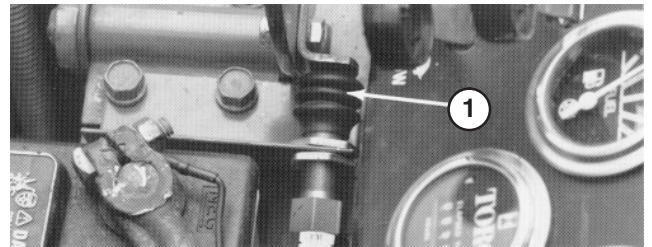

Figure 61
3. Enlevez la protection sur le bouton du contacteur (Fig. 61). Mettez la protection de côté en prévision du remontage. Séparez les connecteurs des fils du contacteur.